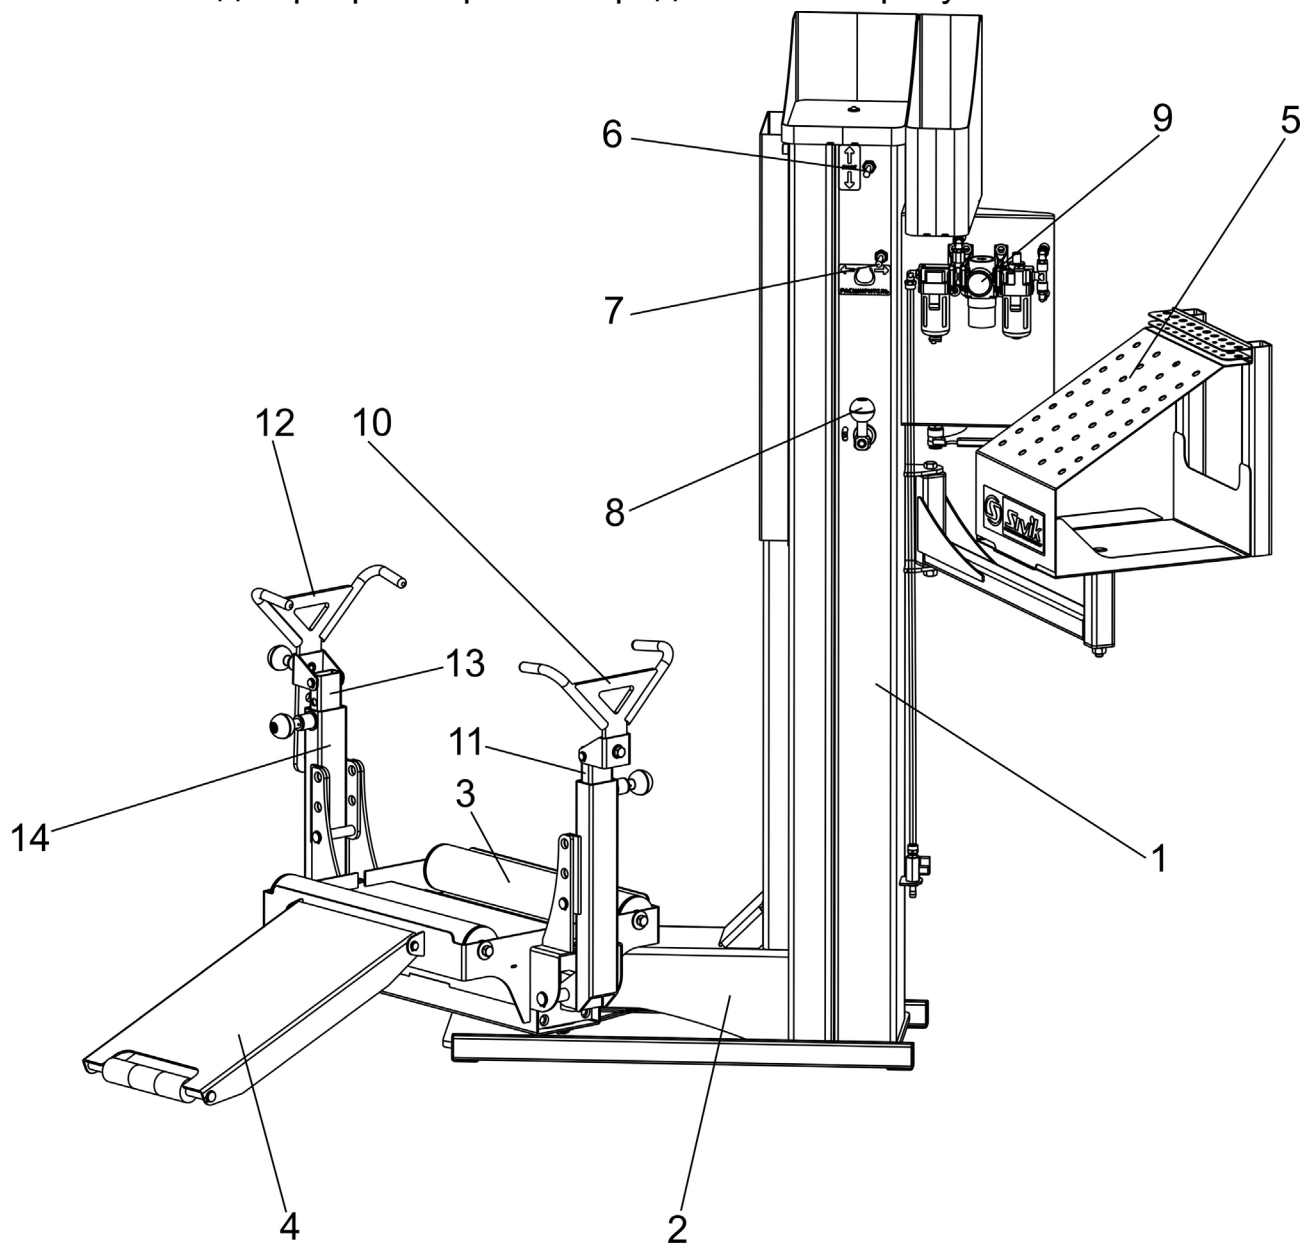

Рисунок 3.1
7.3 Каждые 3 - 4 дня проверять, чтобы при каждом втором или третьем нажатии на рычаг пневмораспределителя (7) (рисунок 3.1) капля масла падала в прозрачный стакан маслораспылителя. В противном случае, отрегулировать с помощью отвертки установочный винт маслораспылителя.